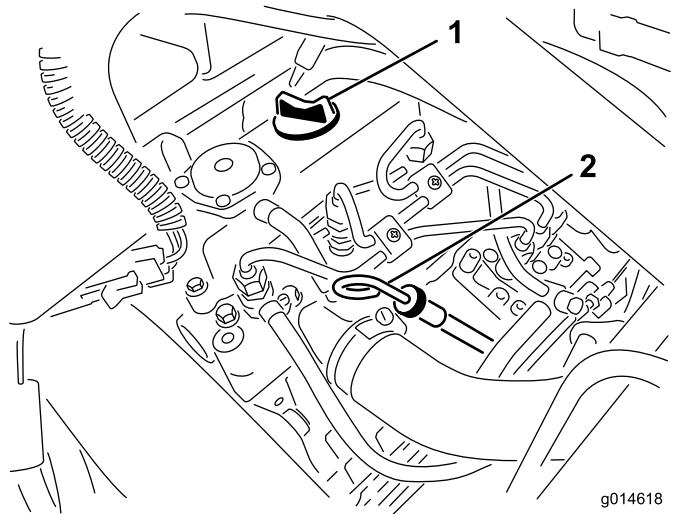

Figura 21
2. Retire a vareta e limpe-a com um pano limpo (Figura 21).